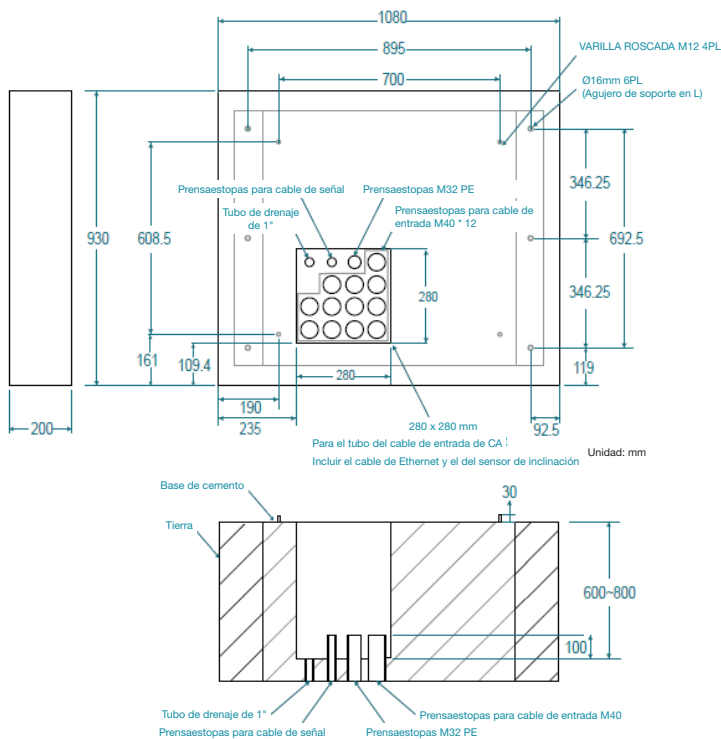
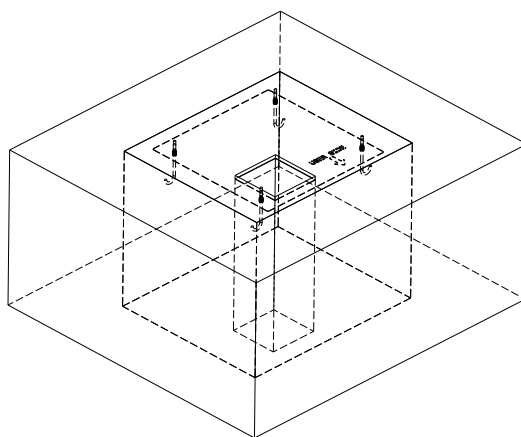

Figura 3-3 Dimensiones de la instalación
Figura 3-4 Placa metálica
3) Método de fijación 1: Instale cuatro varillas roscadas M12 con una longitud de 4 cm (1,57 pulgadas) según la figura 3-3 y la figura 3-4. Las varillas roscadas deben instalarse dentro de la siguiente tolerancia de los alvéolos de los tornillos en el EVSE: